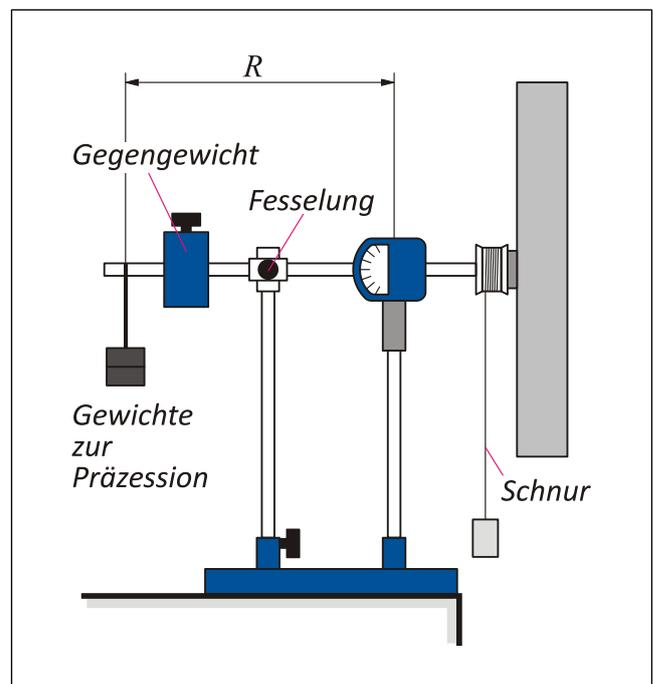

Bild 3: Skizze des Versuchsaufbaus
- Die Fesselung des Kreisels erfolgt durch Anbringen der Stativstange mit einer Doppelmuffe entsprechend **Bild 3**.